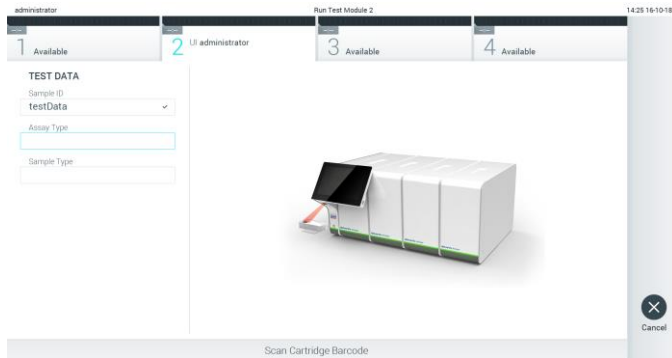

Figura 24. Scanarea codului de bare al cartușului de test QIAstat-Dx.
3. Atunci când vi se solicită acest lucru, scanați codul de bare al cartușului de test QIAstat-Dx pe care îl veți folosi. QIAstat-Dx Analyzer 1.0 recunoaște automat testul care trebuie rulat, în funcție de codul de bare al cartușului de test QIAstat-Dx (Figura 24, pagina următoare).